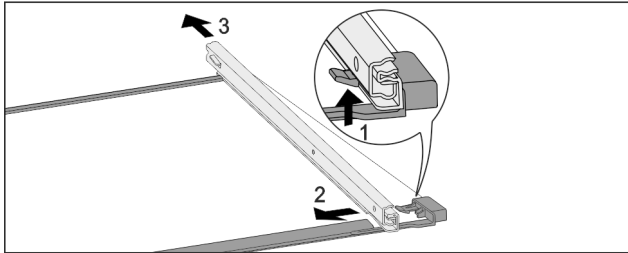

Fig. 65 Glasplaat met rails
- ▶ Voorste vergrendelhaak naar boven duwen. Fig. 65 (1)
- ▶ Uitschuifrail naar de zijkant Fig. 65 (2) en naar achteren Fig. 65 (3) wegschuiven.